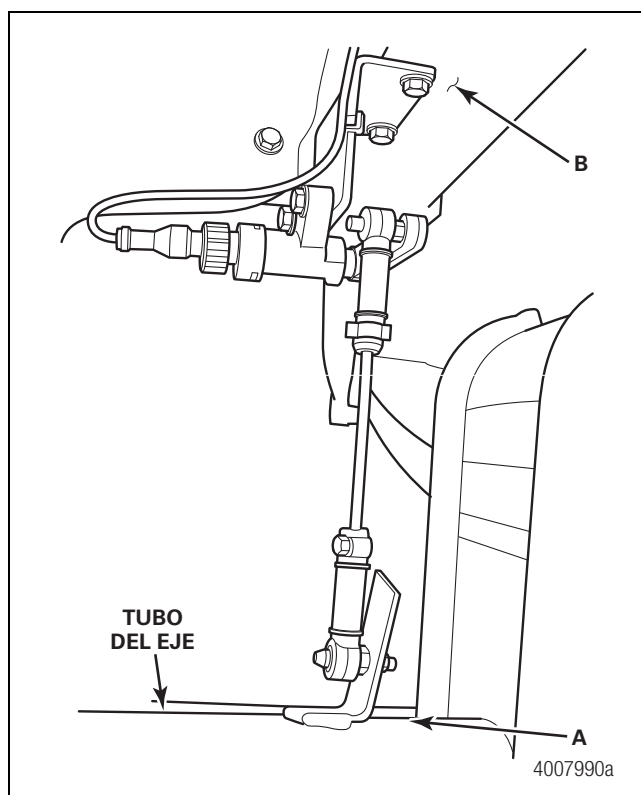

Figura 8.6
- Con el semirremolque **sin carga**, mida desde la parte superior del tubo del eje (A) hasta un punto fijo (B) en la parte de abajo del semirremolque. Anote la distancia. Figura 8.6.
- Con el semirremolque **cargado** (carga máxima), mida los mismos puntos (A y B) que usó para medir la distancia del semirremolque sin carga. Anote la distancia. Figura 8.6.